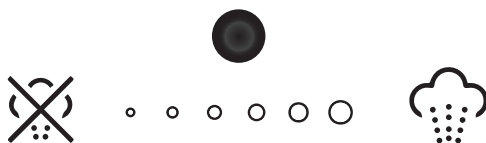

Figure 10. Commande de l'évacuation des gaz du compartiment.
- Le compartiment du four est muni d'une cheminée destinée à évacuer la vapeur. Le levier situé sur le panneau de commande (Fig. 10) sert à réguler le flux passant à travers la cheminée. Le levier enfoncé signifie que la cheminée est complètement fermée. En tirant sur le levier, vous ouvrez la cheminée et augmentez le flux qui la traverse.